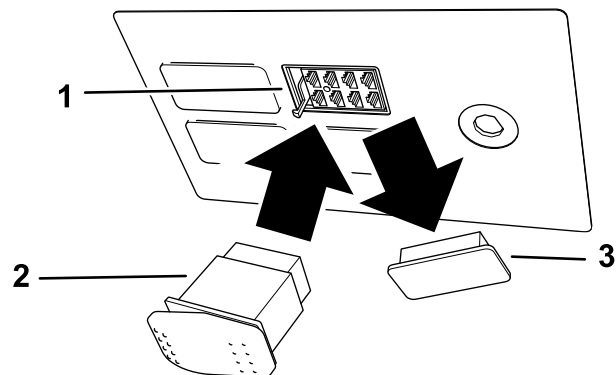

Figura 7
5. Rimuovete ed eliminate il tappo dalla parte anteriore destra del pannello interruttori (Figura 7).
6. Inserite il connettore elettrico nell'interruttore e montate l'interruttore nel relativo pannello (Figura 7).